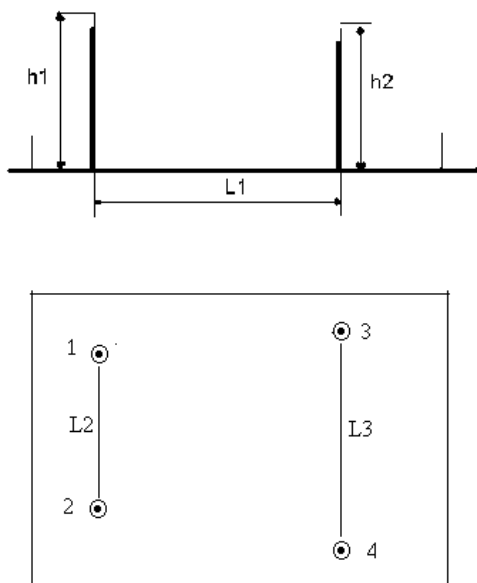

Рис. 4.4. Стержневые молниеотводы ОРУ-110 кВ
**Задание 1.** Рассчитать зону защиты четырех молниеотводов 1, 2, 3 и 4, защищающих оборудование ОРУ-110 кВ (рис. 4.4). Расстояния между молниеотводами  $L$ , высоты молниеотводов  $h$ , высота защищаемого объекта  $h_x$  и коэффициент надежности защиты, указанные в табл. 4.3, принять по двум последним цифрам шифра.